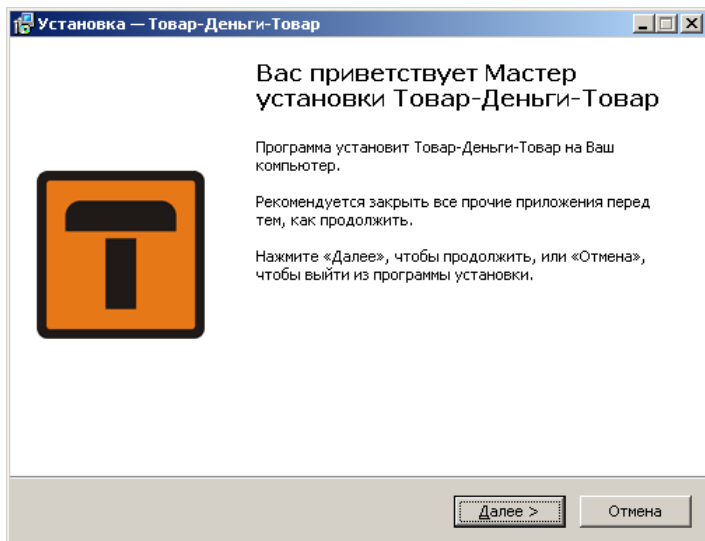

Рис. 1. Мастер установки «ТДТ»
Для установки локальной версии «ТДТ» на компьютер запустите файл `tdt-local-install.exe`. Откроется «Мастер установки» программы (рис. 1), инструкциям которого надо следовать для успешной установки программы на ваш компьютер.
2. Установите клиентскую часть программы на компьютеры, на которых будет вестись работа с программой. Для этого запустите файл `tdt-client-install.exe` и следуйте инструкциям открывшегося окна «Мастер установки» программы (рис. 1). Без установки клиентской части вы не сможете работать с программой «ТДТ».